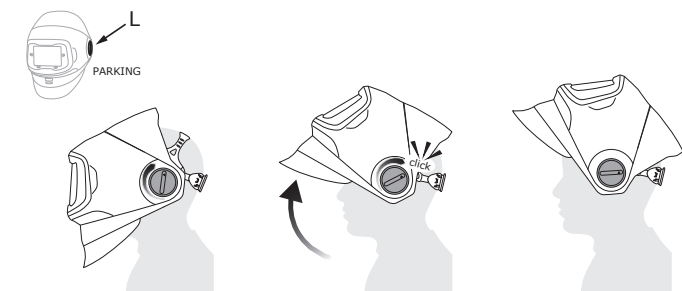

Fig. 6b
- El tope estático es un punto de parada natural que ayudará a mantener la lente de amolado en la posición abierta o superior. Para hacer que el punto de tope sea más prominente, gire la perilla de pivote izquierda, etiquetada PARKING (ESTÁTICO) hacia la derecha para aumentar la potencia de retención en el punto de parada y hacia la izquierda para disminuirla (Fig. 6b).